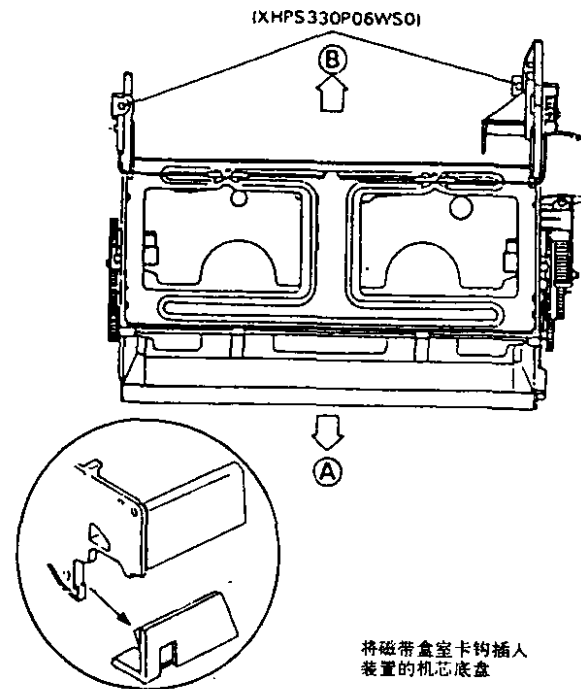

图1-1
4.按图1-1箭头→B的方向移动磁带盒室控制机构,然后将其垂直向上拉出。